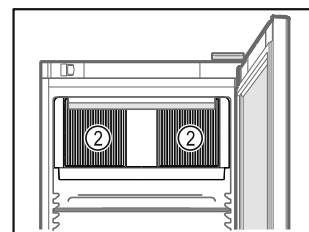

Fig. 54
- ❑ A belső térben lévő keringető ventilátor szellőzőnyílásait Fig. 54 (2) tartsa szabadon.